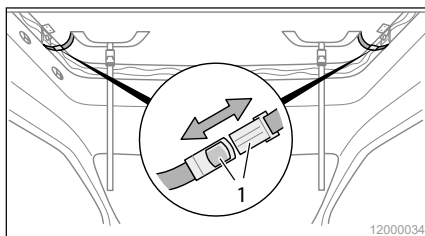

Abb. 11 Steckschnallen
3. Lösen Sie auf beiden Seiten die Steckschnallen (Abb. 11/1).